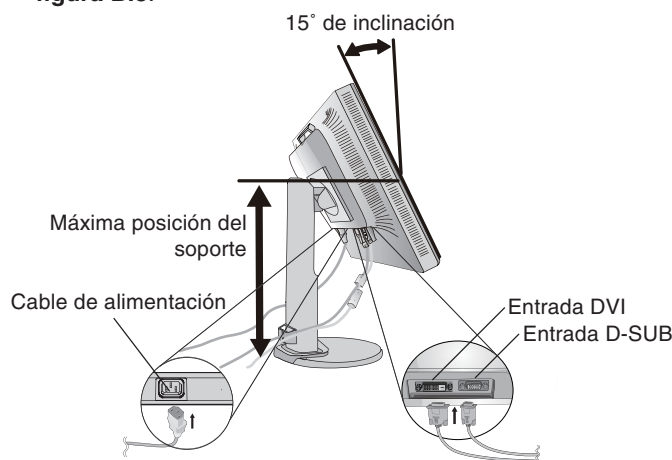

Figura B.1
3. Coloque una mano a cada lado del monitor para inclinar el panel LCD 15 grados y levántelo hasta alcanzar la posición más alta (**figura B.1**).
4. Conecte todos los cables al conector apropiado de la parte posterior del monitor (**figura B.1**).